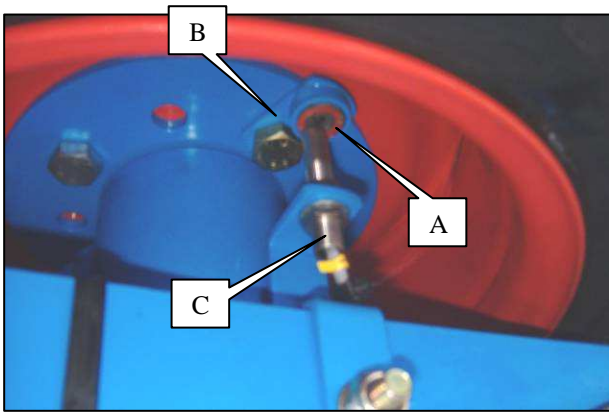

Fig. 1
c) Montaggio su seminatrice NC (Fig.1)
- Positionner les deux aimants A sur leurs supports B (Fig.1), la face rouge de l'aimant doit être positionnée face au capteur de roue C, puis fixer les deux supports sur la roue en les positionnant à 180° l'une de l'autre par rapport au centre de la roue.